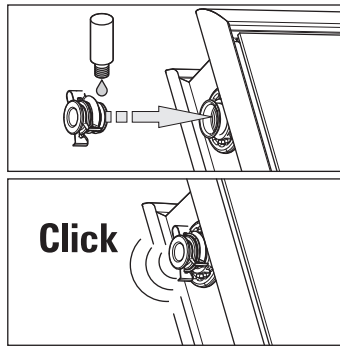

Bild 3-42 Arbeitsschritt 4
4. O-Ringe der Endstopfen mit Gleitmittel schmieren. Endstopfen in die noch offenen Kollektor-Anschlussrohre einstecken, bis die Halteklammern einrasten (Bild 3-42).